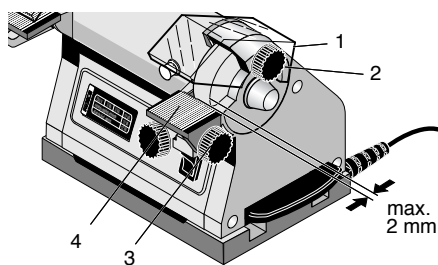

Fig. 3
1. Knebelschraube 3 (Fig. 3) der Werkzeugaufklappe (4) lösen und Schleifwinkel wie gewünscht einstellen.
3. Knebelschraube 1 (Fig.3) der Schutzhaube (2) lösen und so einstellen, dass ein größtmöglicher Schutz besteht.